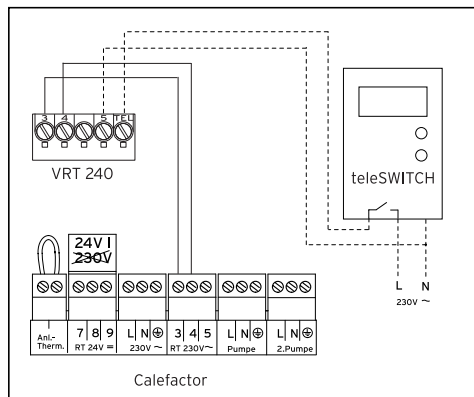

Fig. 10.1 Conexión eléctrica
- Conecte teleSWITCH según se indica en la fig. 10.1. Tenga también en cuenta las instrucciones de teleSWITCH.